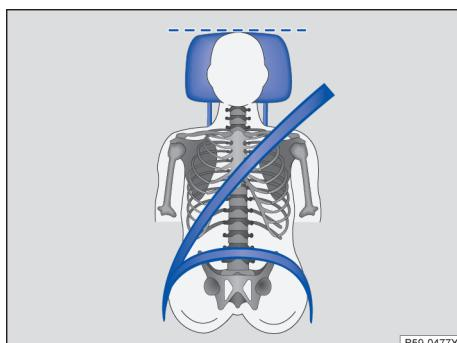

图 25 驾驶员头枕的正确位置
- - 调节头枕，使头枕的上沿与您的头顶等高，不可低于眼睛，头部尽可能贴近头枕→ **图 25**。